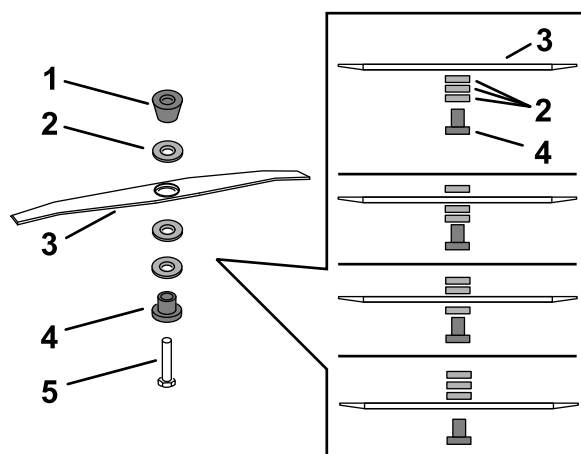

図 42
5. 付属のレンチを使用してブレードボルトを左に回してブレードを外す 図 42。